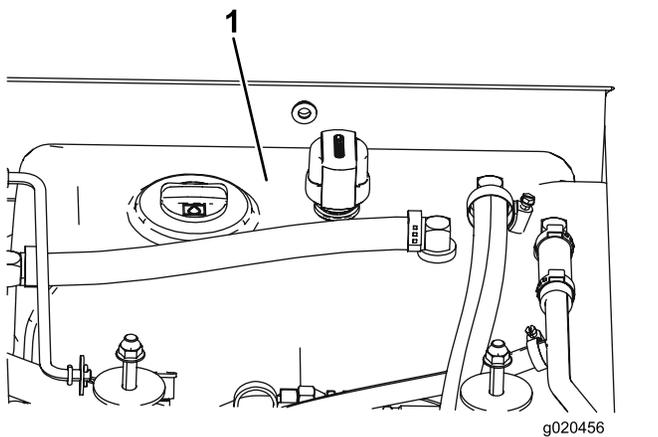

Figura 98
3. Llene el depósito (Figura 98) con fluido hidráulico; consulte Comprobación del fluido hidráulico (página 30).